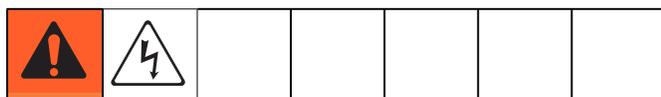

**FIG. 8: Jauge et capuchon de remplissage d'huile**
1. Placer un récipient de 1,9 litre (2 quarts) minimum sous l'orifice de vidange d'huile. Retirer le bouchon de vidange d'huile (15). Patienter pour laisser l'intégralité de l'huile s'écouler du moteur.
2. Remettre le bouchon de vidange d'huile (15). Serrer à un couple de 25-30 N•m (18-23 pi-lb).
3. Ouvrir le bouchon de remplissage (P) et ajouter de l'huile synthétique sans silicone pour engrenages ISO 220 Graco réf. 16W645. Vérifier le niveau d'huile dans la fenêtre (K). (Consultez FIG. 8.) Remplir jusqu'à ce que le niveau d'huile se trouve près de la moitié de la jauge. La capacité d'huile est d'environ 0,9 à 1,1 litre (1,0 à 1,2 quart). **Ne pas trop remplir.**
Vérifier le niveau d'huile dans la jauge (K). (Consultez FIG. 8.) Le niveau d'huile doit se situer environ à la moitié de la jauge lorsque le pulvérisateur n'est pas en marche. S'il y a trop peu d'huile, ouvrir le bouchon de remplissage (P) et ajouter de l'huile synthétique ISO 220 sans silicone pour engrenages, référence Graco 16W645. Voir FIG. 8.
Voir FIG. 8. Les précontraintes des paliers (R) sont réglées en usine et ne peuvent pas être ajustées par l'utilisateur. Ne pas régler les précharges de roulement.